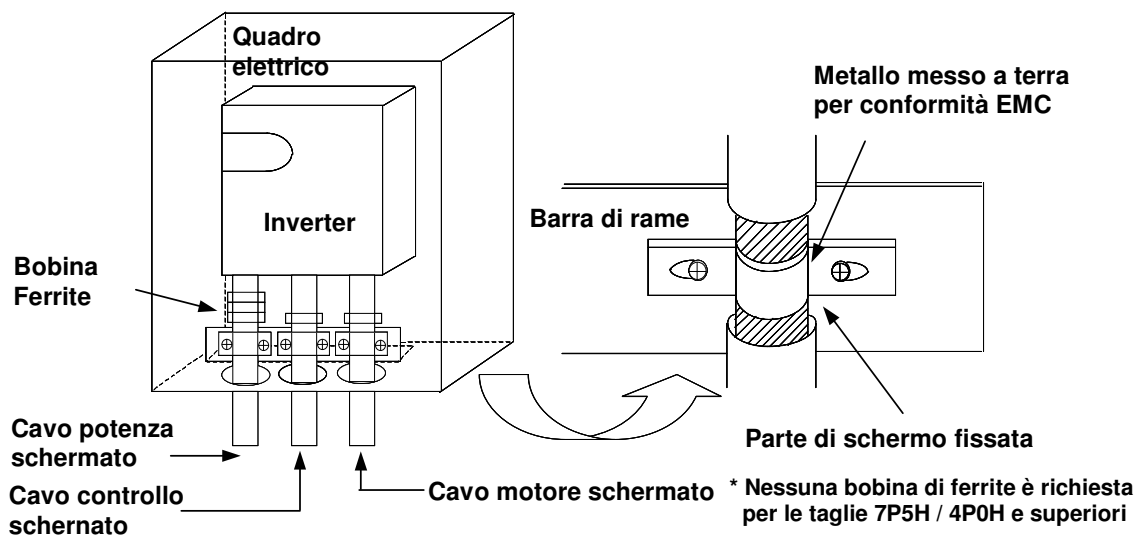

Fig. 6.1
- (1) Installare il drive in un quadro elettrico mettere 3 pezzi di bobine di ferrite sul cavo di potenza in ingresso, 1 pezzo sul cavo del motore e 1 pezzo sul cavo di controllo come mostrato in fig. 6-1.
- (2) I cavi di potenza dell'alimentazione e del motore esterni al quadro elettrico dovrebbero essere schermati e essere il più corti possibile. Collegare elettricamente lo schermo al morsetto di terra del motore.
- (3) Al fine di ridurre le emissioni dei disturbi dovuti ai cavi di potenza, mettere a terra lo schermo dei cavi di alimentazione e del motore all'interno del quadro elettrico con morsetti metallici.
- (4) Usare cavi schermati per i segnali di controllo del drive. Mettere 1 pezzo di bobina di ferrite sul cavo di controllo, e mettere a terra lo schermo all'interno del quadro elettrico con morsetti metallici.
- (1) Installare il drive in un quadro elettrico come mostrato in fig. 6-1.
- (4) Usare cavi schermati per i segnali di controllo del drive e mettere a terra lo schermo all'interno del quadro elettrico con un morsetto metallico.